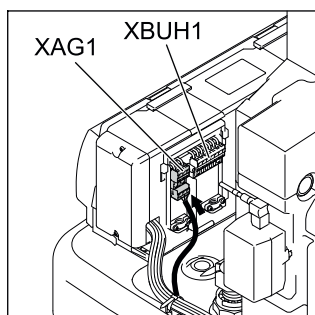
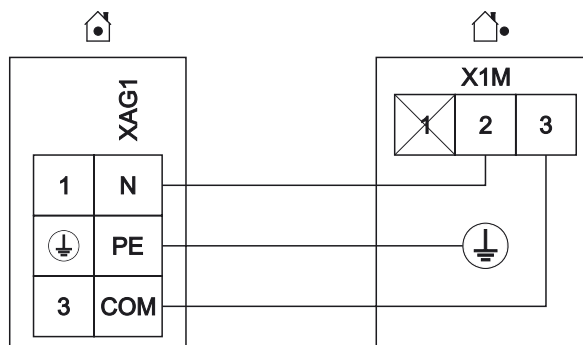

Fig. 4-20 Réalisez les raccordements électriques au dos du boîtier (voir section 4.4.1).
Fig. 4-22 Connexion appareil externe de pompe à chaleur
- Raccordez le dispositif externe de pompe à chaleur sur le bornier XAG1 (voir fig. 4-20, fig. 4-22).